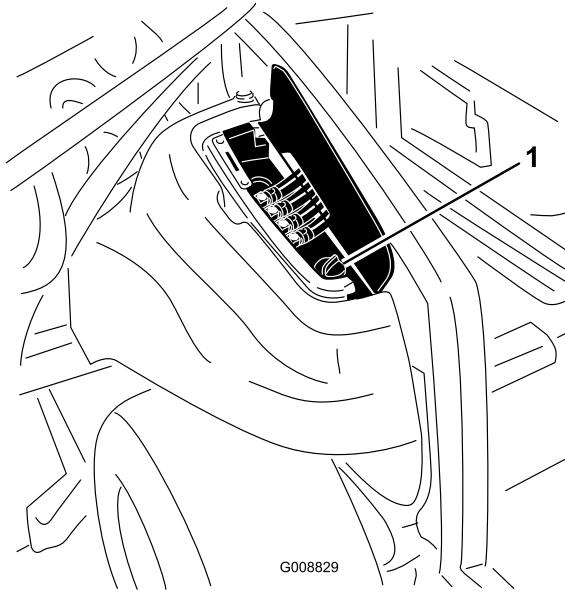

Figure 86
2. Du côté droit de la machine, soulevez le couvercle d'accès pour exposer le bouchon du réservoir hydraulique (Figure 86).
3. Nettoyez la surface autour du goulet et du bouchon de remplissage du réservoir hydraulique (Figure 86). Enlevez le bouchon du goulet de remplissage